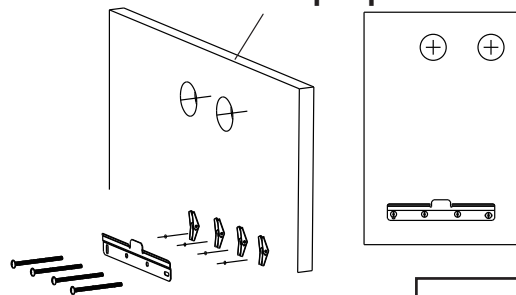

Fig. 6.2
1. Percez 4 trous dans le mur à l'aide d'une perceuse. Fixez solidement le support supérieur au mur avec les vis expansibles, assurez-vous qu'il est à niveau et qu'il peut supporter le poids du chauffe-eau. **(Voir la fig. 6.2)**